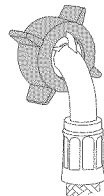

Fig.6 Extrémité du tuyau pour la laveuse (avec coude)
- 2 Installez les extrémités coudées des tuyaux sur les robinets d'admission de la laveuse (reportez-vous à l'illustration Fig. 6). Les robinets sont identifiés à l'arrière de la laveuse (H = eau chaude, C = eau froide). Veillez à raccorder les orifices d'entrée d'eau chaude et d'eau froide aux robinets correspondants.